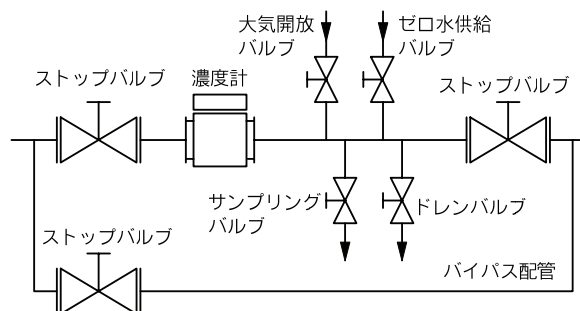
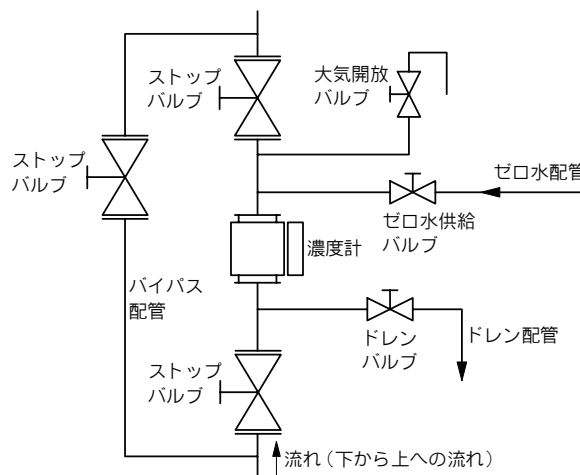

図 6 ゼロ点校正時の水平配管への据付例
図 7 ゼロ点校正時の垂直配管への据付例
- (4) 本濃度計は、垂直配管への取付けを推奨します。水平配管でも性能的に変わりなく据付けて使用可能ですが、次のような場合は垂直配管にしてください。
- (5) 水平配管に据付ける場合は、保守と性能確保の点から検出器 RF 部が真上となるように据付けてください。
- (6) 本濃度計には、上流側、下流側の区別がありません。また、直管長も特に必要ありません。
- (7) 本濃度計の面間寸法と配管ラインの取付けスペースの間に誤差がでることが予想される場合は、ルース機構をあらかじめ設けてください。
- (8) 気泡混入の影響をできるだけ排除するために、大気開放となる配管出口からできるだけ離れた水圧がある程度かかる場所への据付けを推奨します。
- (9) ポンプの停止中に濃度計内に被測定流体が充滿しなくなったり、濃度計内の濃度分布が不均一になる恐れがある場合は、外部連動機能を使用してポンプ運転時のみ測定するようにしてください。
- (10) 配管を通じてポンプなどの振動が伝わらない場所へ据え付けてください。
- (11) 本濃度計の上流側および下流側には、ストップバルブを設け、さらにこれらのバルブと濃度計間に、それぞれストップバルブ付きでサンプリング口、ゼロ水供給口、大気開放口、ドレン口を設けてください。さらに配管ラインの流れを停止できない場合には中間にストップバルブ付きのバイパス配管を設けてください。これらはゼロ点校正をする場合、濃度計内の被測定流体をドレン口から排出し、濃度計内を濃度 0% の清水で満たす必要があるためです(図 6、図 7 参照)。
- (12) 配管に使用するガスケットは、接続方式に応じた寸法のもので、かつ測定対象に応じた材質のものを、適切に選択してください。